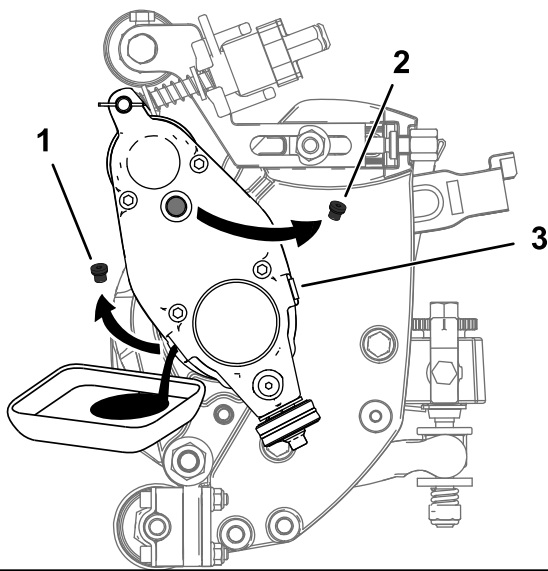

Figure 28
5. Basculez l'unité de coupe à la verticale pour placer l'orifice de vidange en bas et assurer ainsi une vidange complète (Figure 28).